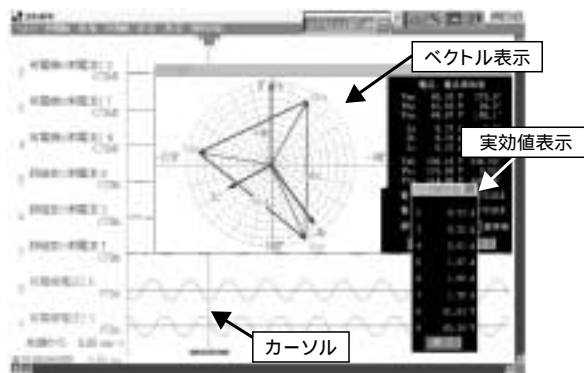

図5. 事故波形のベクトル表示 事故時の電圧、電流波形と位相が確認できる。
3.1.1 波形の測定画面 事故波形のベクトル表示や実効値測定画面の一例を図5に示す。事故時の電圧、電流波形と位相が確認できる。